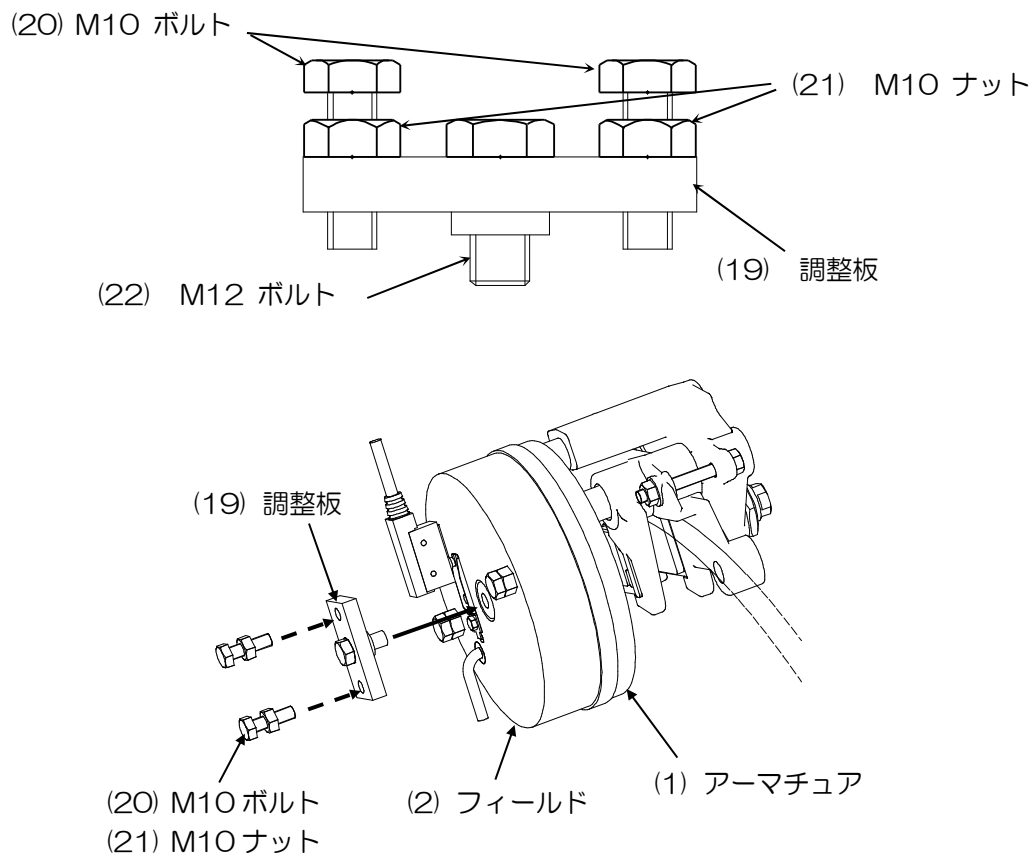

図2 調整治具の取付
- ①ブレーキの吸引・落下動作時に、フィールド(2)、アーマチュア(1)が円滑に動作することを確認する。
- ②左右両方のブレーキが“落下”（ブレーキ制動）状態にあることを確認する。
- ③治具の調整板(19)から M10 ボルト(20)と M10 ナット(21)を取外す。（2ヶ所）
- ④調整板(19)をコイル中心部に M12 ボルトで取付け、スパナで締め込む。（**図2**参照）
- ⑤調整板(19)に M10 ボルト(20)と M10 ナット(21)を取付ける。
- ⑥両側の M10 ボルト(20)がフリーであることを確認して、フィールド(2)にジャストタッチ（手で締め込んだ時、急に重くなる位置）するまで、手締めで締め込む。